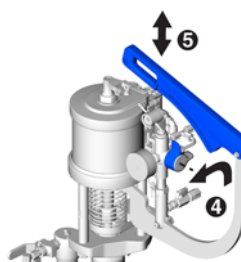

Рис. 27
5. Установите клапан снятия давления и рециркуляции насоса подачи катализатора в положение распыления. См. Рис. 27.
6. Установите давление распыления в выпускном жидкостном трубопроводе насоса подачи катализатора (см. Рис. 27).